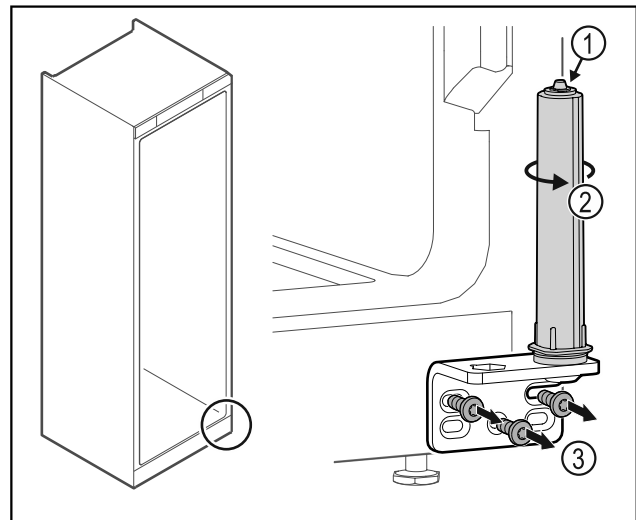

Fig. 37
- Nerozoberajte systém zatvárania dverí Fig. 37 (1).
- Otáčajte systém zatvárania Fig. 37 (2), kým nezacvakne.
- Odskrutkujte uholník závesu Fig. 37 (3).